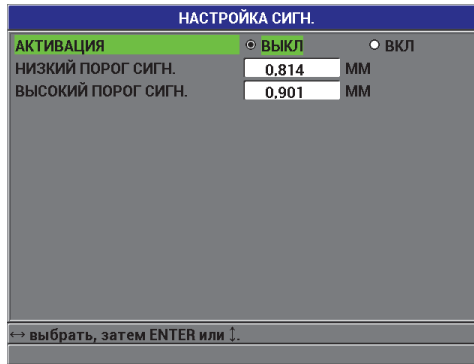

Рис. 5-6 Экран НАСТРОЙКА СИГНАЛИЗАЦИИ
3. В окне **НАСТРОЙКА СИГН.** (см. Рис. 5-6 на стр. 101):